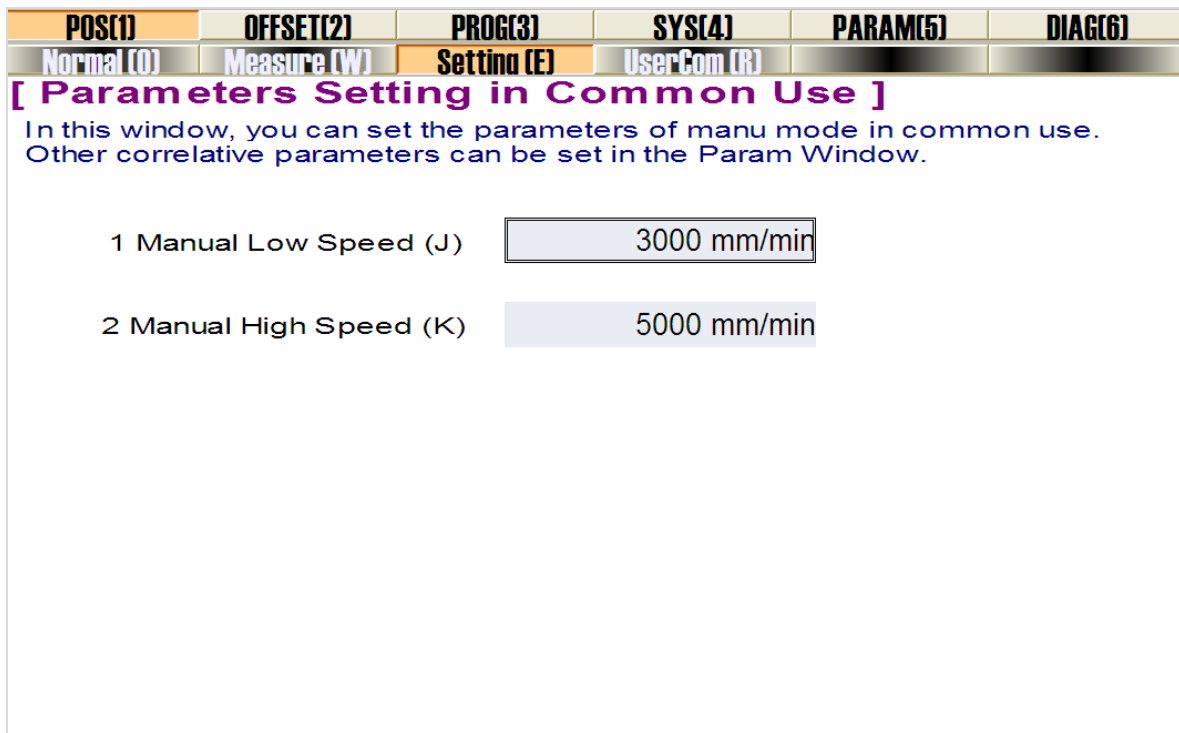

Рис. 3-18 Настройка скорости подачи в ручном режиме
- 1) Переведите машину в ручной режим и откройте окно [Настройки] в функциональной области [POS], как показано ниже. показано на рис. 3-18. Нажмите кнопку с номером рядом с каждым параметром, чтобы открыть поле ввода, где вы можно установить соответствующее значение и подтвердить его.